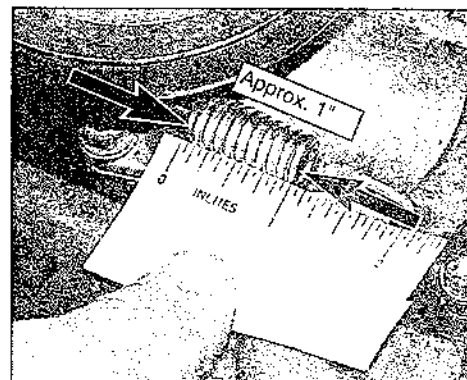

Figure 5-11: Première mesure alors que le ressort de l'embrayage de l'entraînement est délogé.
2. Mesurez la longueur du corps du ressort de l'embrayage de l'entraînement des roues (Figure 5-11).